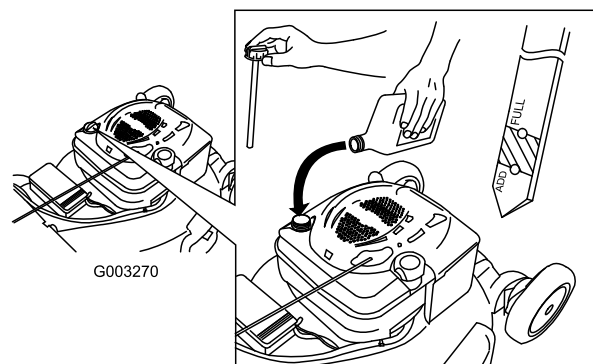

Figure 8
1. Retirez la jauge (Figure 8).
2. Versez de l'huile **lentement** dans le goulot de remplissage pour faire monter le niveau de liquide jusqu'au repère du plein (Full) sur la jauge (Figure 8). **Ne remplissez pas excessivement.** (Remplissage max. : 0,59 l (20 onces), type : huile détergente SAE 30W de classe de service API SF, SG, SH, SJ, SL ou supérieure.